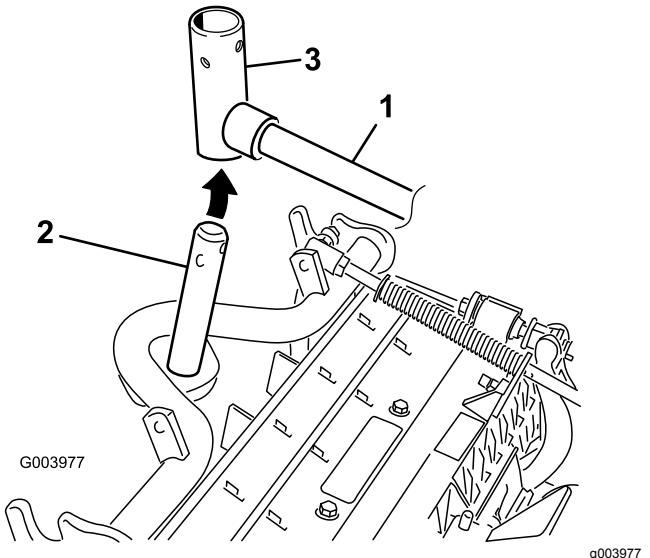

Bild 10
8. Frontschneideeinheiten: Schieben Sie eine Schneideeinheit unter den Hubarm und schieben Sie gleichzeitig die Trägerrahmenwelle in das Gelenkjoch des Hubarms (**Bild 10**).
- B. Setzen Sie das Hubarmjoch in die Trägerrahmenwelle ein (Bild 10).